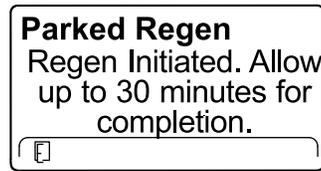

Figura 65
- El InfoCenter muestra el mensaje con el tiempo necesario para completar la regeneración (Figura 65).